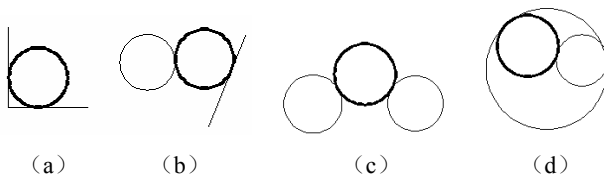

图 2-27 圆与另外两个对象相切的各种情形
(1) 三点(3P): 用指定圆周上 3 点的方法画圆。
(2) 两点(2P): 用指定直径的两端点画圆。
(3) 切点、切点、半径(T): 按先指定两个相切对象，后给出半径的方法画圆。如图 2-27 所示，给出了以“切点、切点、半径”方式绘制圆的各种情形(其中加黑的圆为最后绘制的圆)。